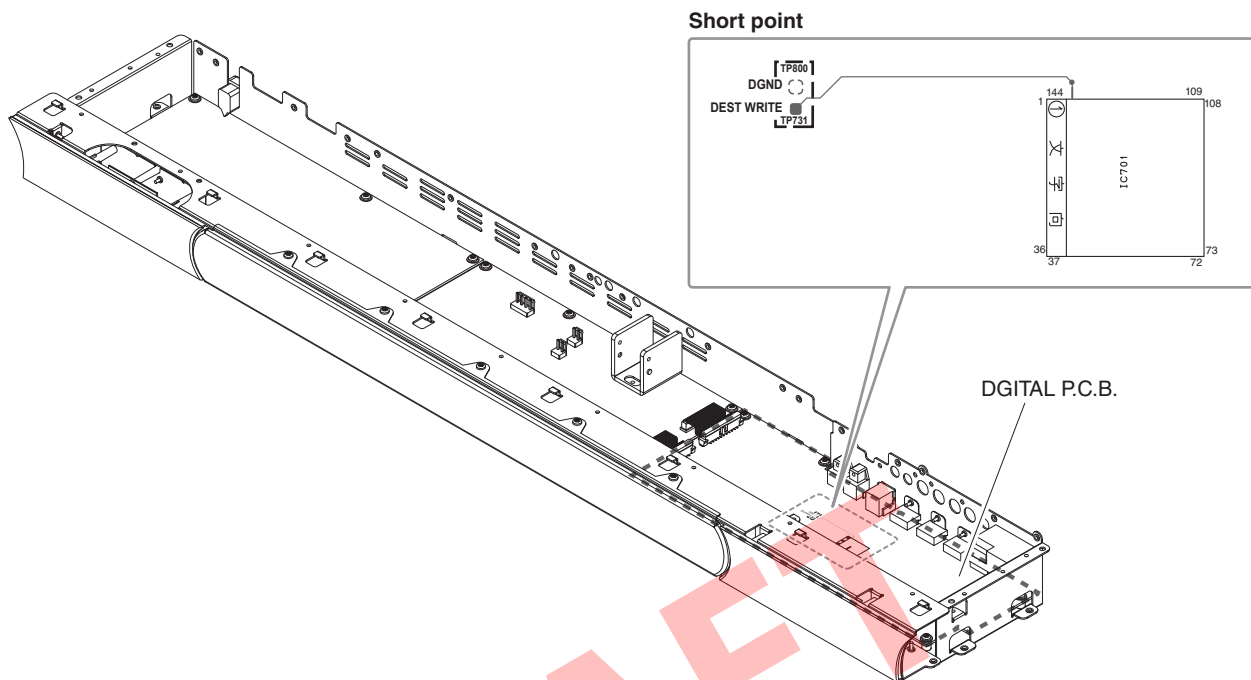

Fig. 2
4. Short TP731 (connected to pin 140 of IC701) of DIGITAL P.C.B. and GND. (Fig. 2)
4. DIGITAL P.C.B. の TP731 (IC701 の 140 ピンと接続) と GND をショートさせます。(Fig. 2)